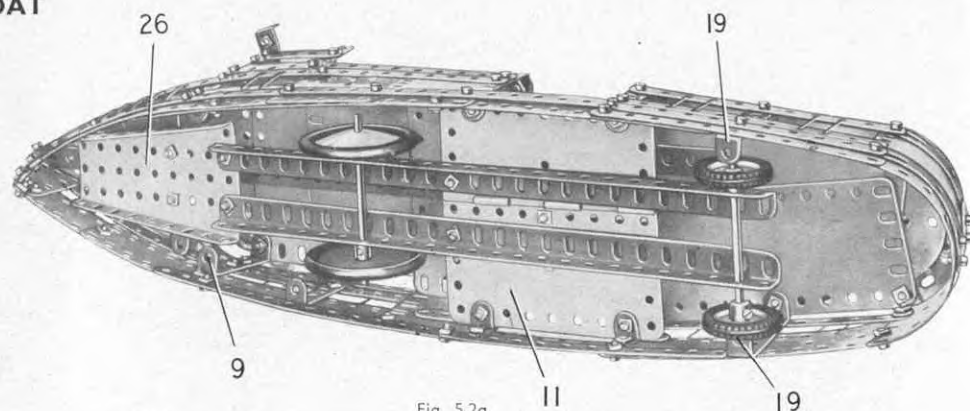

Fig. 5.2a
Les côtés sont réunis à l'avant par une étréquerre et par un boulon de 9,5 mm. (10). Une plaque à charnière (11) est démontée et les deux moitiés sont boulonnées sur les rebords inférieurs de deux des bandes coudées (9). Leurs extrémités arrière sont fixées sur les côtés de la coque par des étréquerres (fig. 5.2a).